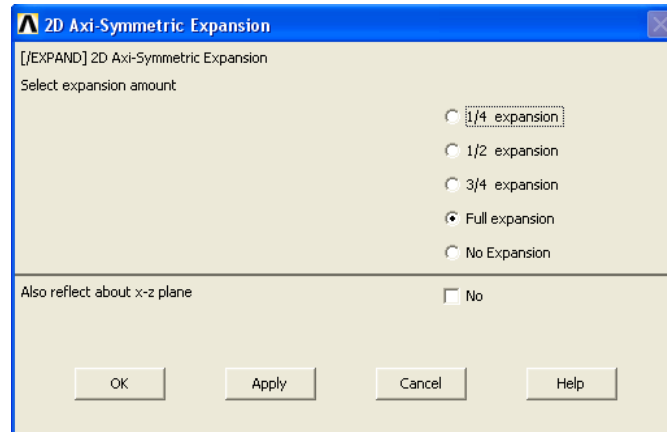

Рисунок 89. Окно *2D Axi-Symmetric Expansion*
3. При использовании подпункта *2D Axi-Symmetric Expansion* появляется одноименное окно (Рисунок 89), в котором пользователь может выбрать из нескольких опций осесимметричного продолжения. Для подтверждения необходимо нажать кнопку **ОК**.